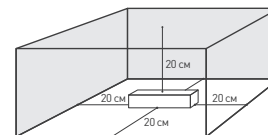

Рис. 2. Свободное пространство вокруг источника
- 4.2. Для естественной вентиляции обеспечьте не менее 20 см свободного пространства вокруг источника питания, как изображено на рис. 2. При невозможности обеспечить свободное пространство используйте принудительную вентиляцию.